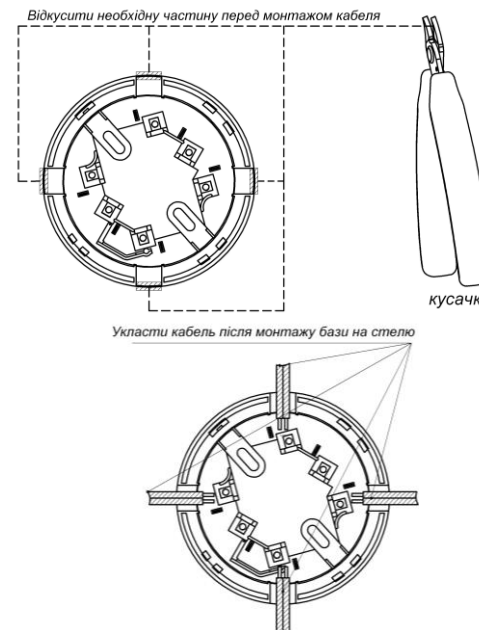

Рисунок 1
3.1 При розміщенні та монтажу сповіщувачів необхідно керуватись вимогами ДСТУ-Н СЕН/TS 54-14 та ДБН В.2.5-56. Для монтажу сповіщувача необхідно базу від’єднати від сповіщувача, повернувши її проти годинникової стрілки, вирізати в ній потрібну кількість пазів для проводів (див. рис. 1) і закріпити її на стелі приміщення за допомогою дюбелів та гвинтів. Підключення сповіщувачів проводиться згідно схеми, наведеної на рисунку 2. Рекомендований переріз проводів від 0,28 до 1,0 мм².